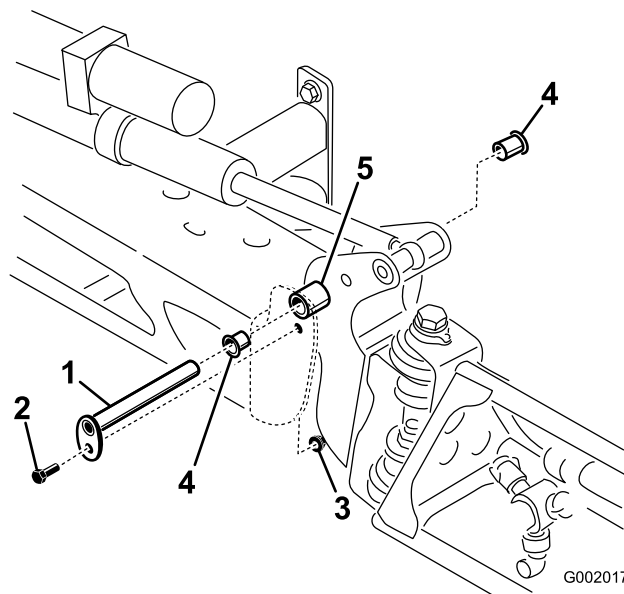

图 62
3. ブームを支えておきながら、ピボット・ピンをブーム・アセンブリに固定しているボルトとナットを取り外す(図 62)。ピボット・ピンを取り外す。
5. ナイロン・ブッシュを取り外し、ピボット・ブラケットの前面および後面側から見て点検する(図 62)。磨耗したり破損したりしている場合は交換する。
7. センター・フレームにブーム&ピボット・ブラケット・アセンブリを取り付け、開口部を整列させる(図 62)。